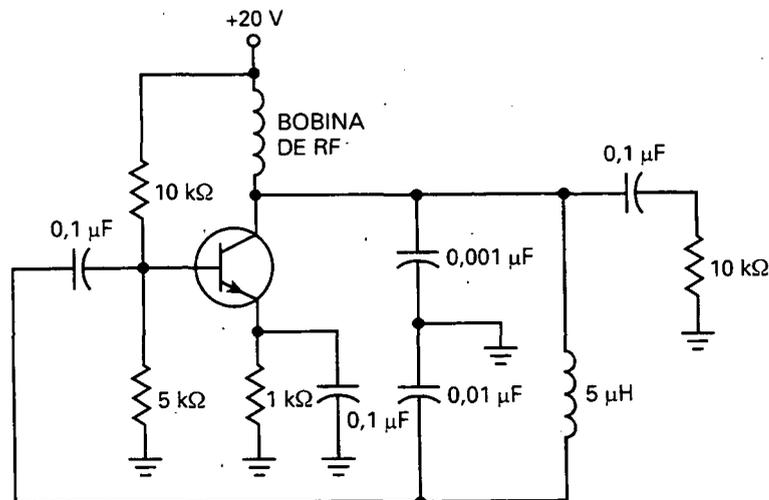

Figura 23-50
- 23-8. ¿Cuál es el valor aproximado de la corriente continua de emisor en la Figura 23-50? ¿Cuál es la tensión continua colector-emisor?
- 23-9. ¿Cuál es la frecuencia de oscilación aproximada en la Figura 23-50? ¿Cuál es el valor
- 23-10. Si el oscilador de la Figura 23-50 se vuelve a diseñar para tener un amplificador en BC similar al de la Figura 23-18, ¿cuál es la fracción de realimentación?
- 23-11. Si el valor de L se duplica en la Figura 23-50, ¿cuál es la frecuencia de oscilación?
- 23-12. ¿Qué se le puede hacer a la bobina de la Figura 23-50 para duplicar la frecuencia de oscilación?
- 23-13. Si un condensador de 47 pF se conecta en serie con la bobina de $5 \text{ }\mu\text{H}$ de la Figura 23-50, el circuito se convierte en un oscilador Clapp. ¿Cuál es la frecuencia de oscilación?
- 23-27. El oscilador Colpitts de la Figura 23-50 no arranca. Mencione al menos tres averías posibles.
- 23-30. Seleccione un valor de L en la Figura 23-50 para tener una frecuencia de oscilación de 2,5 MHz.